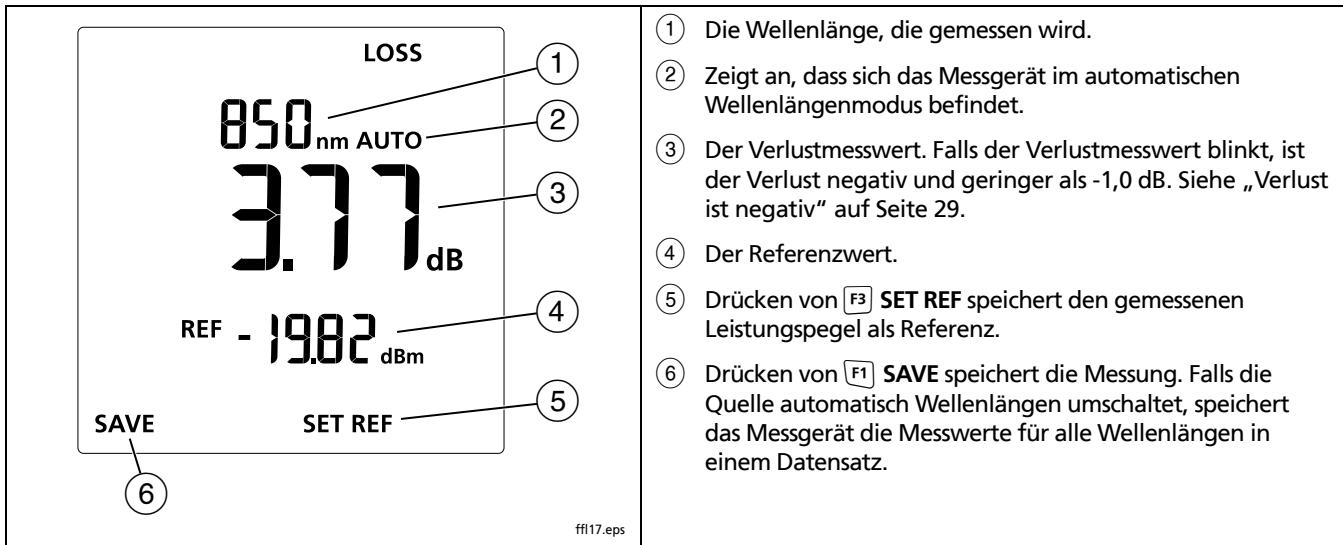

Abbildung 12. Anzeige des Verlustmesswerts
- 4 Auf dem Messgerät drücken, bis **LOSS** erscheint (Abbildung 12).